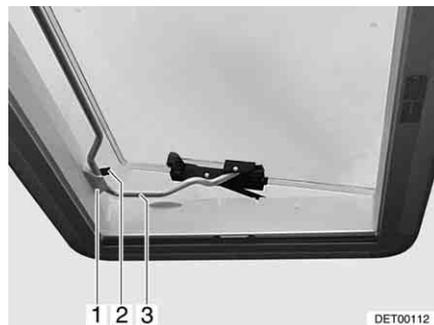

Bild 60 Heki-Dachhaube in Lüftungsstellung 2
- Bügel (Bild 60,3) in die Halterung (Bild 60,1) einlegen.
- Hebel (Bild 60,2) über den Bügel legen.